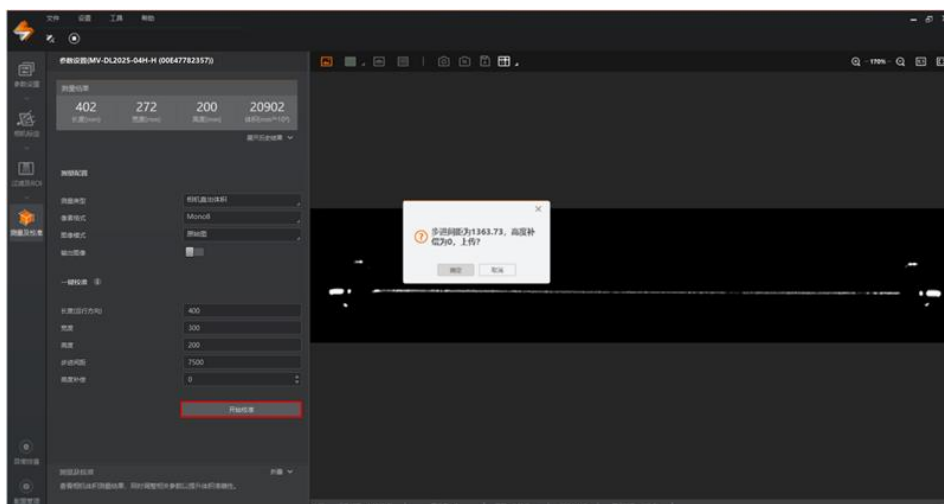

图3-32 校验功能
- 单击“开始校准”，将自动生成步进间距和高度补偿值，并可将其上传至设备中，如图3-32所示。